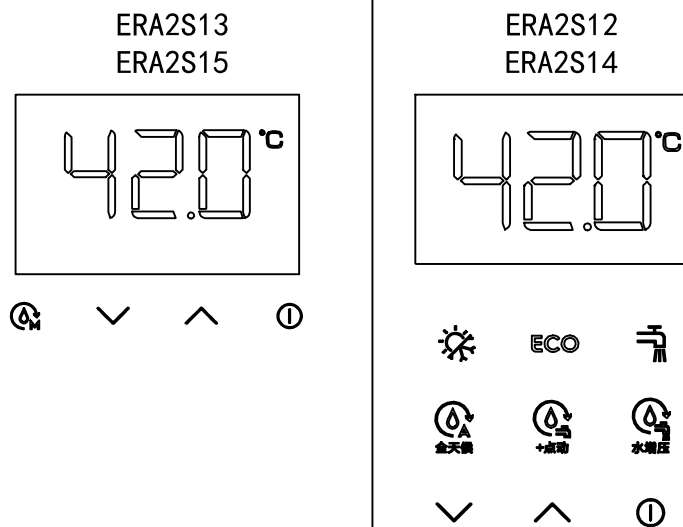

图23
(1) 按下显示器面板的“①”，如图23，显示屏点亮，并显示上次最后使用的设置温度(例如42℃)。
(2) 按“∨”“∧”键热水器进入温度调节状态，可自由设置温度。温度设置范围在35~65℃，35~48℃每按一次按键变化1℃，48~50℃每按一次按键变化2℃(即48℃、50℃)，50~65℃每按一次按键变化5℃(50℃、55℃、60℃、65℃)，每按一次蜂鸣器响一声。